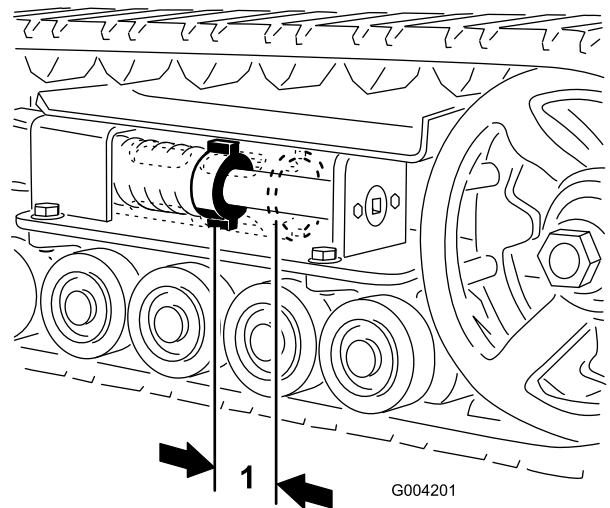
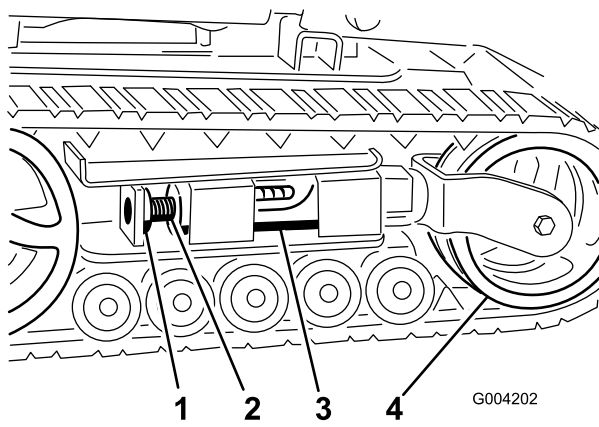
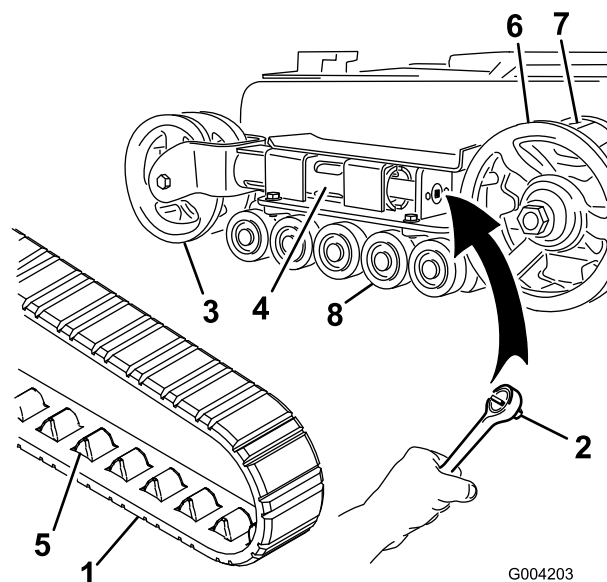
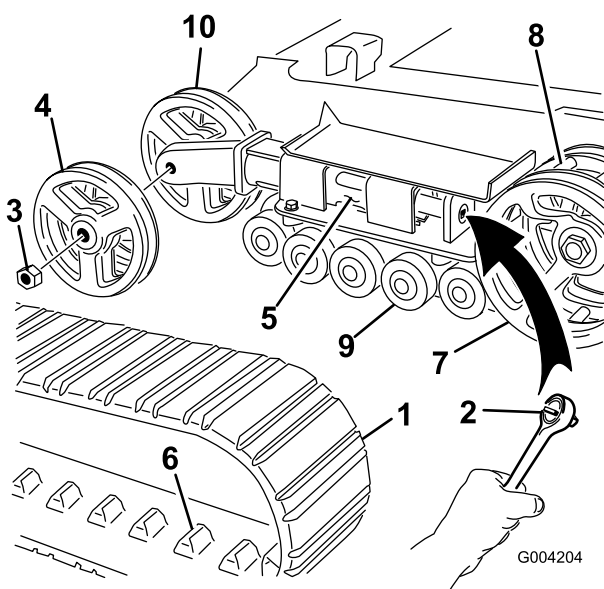

Figura 43
Figura 44
Figura 45
Figura 46
Deve esserci uno spazio di 7 cm tra il dado di tensionamento e la parte posteriore del tubo di tensionamento (Figura 43). In caso contrario, regolare la tensione dei cingoli eseguendo la procedura di seguito riportata:
3. Togliere il bullone di bloccaggio e il dado (Figura 44).
4. Utilizzando una chiave a tubo da 1/2 pollice (13 mm) (Figura 45), girare la vite di tensione in senso antiorario fino a portare la distanza tra il dado di tensione e la parte posteriore del tubo di tensione (Figura 43) a 7 cm.
5. Allineare l'intaglio più vicino della vite di tensione al foro del bullone di bloccaggio e fissare la vite con il bullone di bloccaggio e il dado (Figura 44).
4. Utilizzando una chiave a tubo da 1/2 pollice, scaricare la tensione girando la vite di tensione in senso orario (Figura 44 e Figura 45).
5. Spingere la ruota di tensione verso il retro dell'unità in modo da spostare il tubo della forcella contro il telaio (Figura 45). (se non riesce a toccare il telaio, continuare a girare la vite di tensione fino ad ottenere il contatto).
7. Dopo avere liberato il cingolo dalla ruota di tensione, toglierlo dalla ruota conduttrice e dalle ruote non motrici (Figura 45).
8. Avvolgete il nuovo cingolo iniziando dalla ruota conduttrice e controllando che i denti del cingolo si alloggino tra i distanziali della ruota stessa (Figura 45).
9. Spingere il cingolo sotto e tra le ruote non motrici (Figura 45).
11. Girare la vite di tensione in senso antiorario fino a portare la distanza tra il dado di tensione e la parte posteriore del tubo di tensione (Figura 43) a 7 cm.
4. Utilizzando una chiave a tubo da 1/2 pollice, scaricare la tensione girando la vite di tensione in senso orario (Figura 44 e Figura 46).
5. Spingere la ruota di tensione verso il retro dell'unità in modo da spostare il tubo di tensione contro il telaio (Figura 46). (se non riesce a toccare il telaio, continuare a girare la vite di tensione fino ad ottenere il contatto).
6. Togliere il dado di fissaggio della ruota di tensione esterna e rimuovere la ruota (Figura 46).
7. Togliere il cingolo (Figura 46).
8. Togliere il dado di fissaggio della ruota di tensione interna e rimuovere la ruota (Figura 46).
12. Montare la ruota di tensione interna e fissarla con il dado tolto in precedenza (Figura 46).
14. Montare il nuovo cingolo, accertandovi che gli attacchi del cingolo si inseriscano tra i distanziali al centro della ruota conduttrice (Figura 46).
15. Montare la ruota di tensione esterna e fissarla con il dado tolto in precedenza (Figura 46).
17. Girare la vite di tensione in senso antiorario fino a portare la distanza tra il dado di tensione e la parte posteriore del tubo di tensione (Figura 43) a 7 cm.